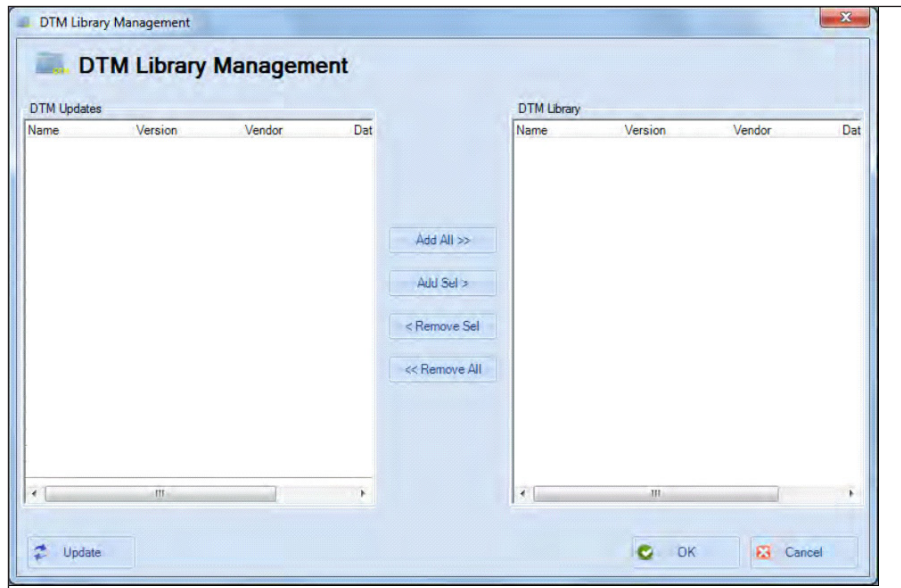

Рис. 25. Управление библиотекой DTM: Перед обновлением
4. Нажмите **Settings > DTM Library (Настройки > Библиотека DTM)** и появится экран, представленный на Рис. 25